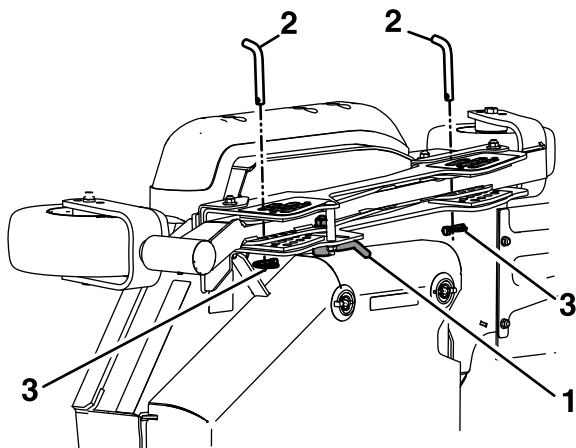

Figura 80
3. Abra los bloqueos de leva de las carcasas laterales derecha e izquierda (Figura 80).
4. Retire y guarde la trabilla de altura de corte de la carcasa lateral (Figura 80).